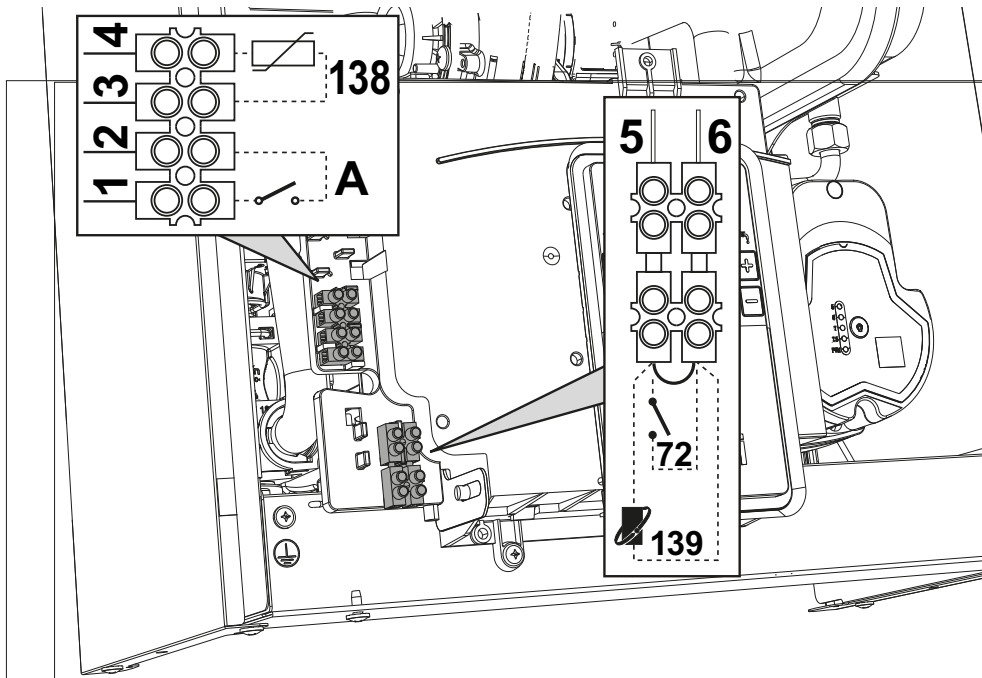
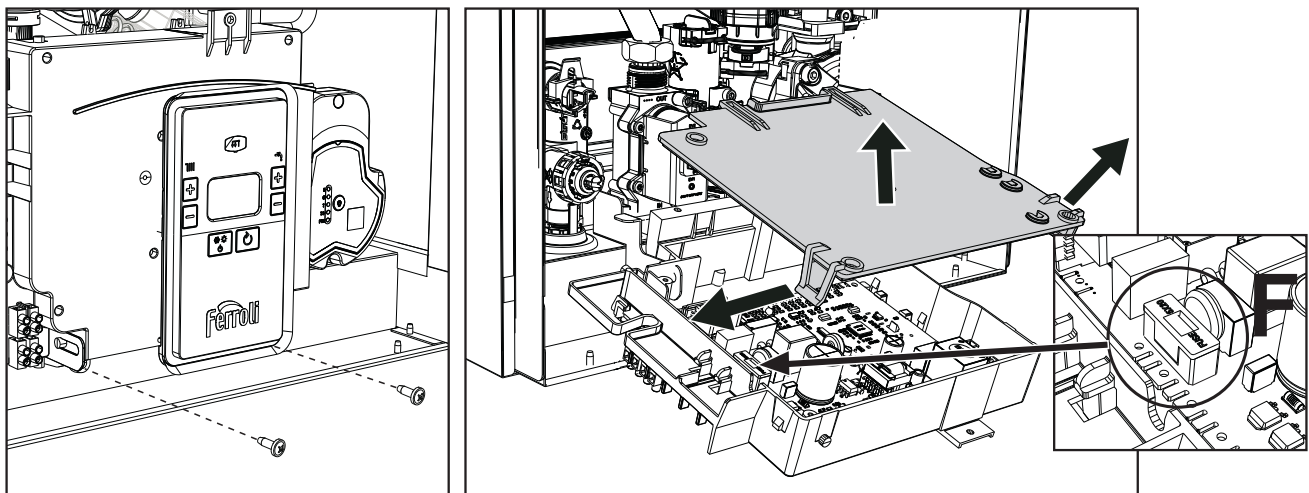

fig. 19
fig. 20
Após a remoção do painel frontal ("Abertura do painel frontal" na página 77), é possível aceder aos blocos de terminais (M) e ao fusível (F) seguindo as instruções seguintes (fig. 19 e fig. 20). **Os terminais indicados na fig. 20 devem ter contactos sem tensão (não 230V).** A disposição dos terminais para as várias ligações também é indicada no esquema de ligações elétricas na fig. 46.
Configuração do interruptor ON/OFF (A fig. 20)